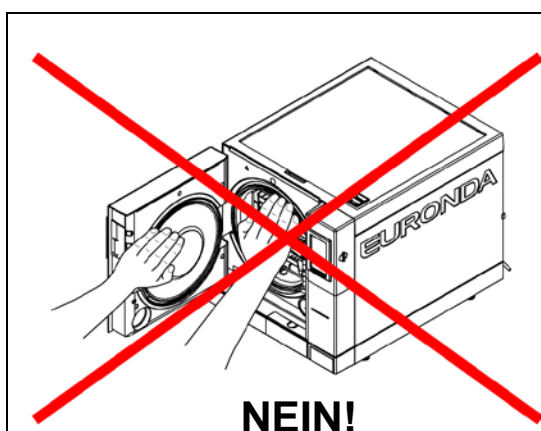

Abb. 3.4-1
Das Handbuch ist in Kapitel und Unterkapitel gegliedert; die Abbildungen haben die gleiche Nummerierung des Kapitels, auf das sie sich beziehen, gefolgt von einer fortlaufenden Nummer. z.B. Abb. 3.4-1 (Abbildung Nr. 1 des Kap. 3.4).
1. Wenn die Sterilisation im Sterilisiergerät beendet ist und die Tür zur Entnahme der sterilisierten Instrumente geöffnet wird, sind die Innenbereiche des Druckbehälters und der Tür noch sehr heiß. Zum Vermeiden von Verbrühungen dürfen diese Teile nicht direkt berührt werden (Abb. 3.4-1). Das Entnahmewerkzeug verwenden (Kap. 3.3 „Sicherheitseinrichtungen“).